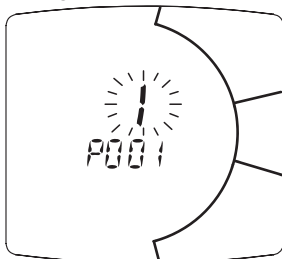

Figura 5.68
- Premere per più di 10 secondi il pulsante  per entrare nella programmazione dei parametri. (Figura 5.68).